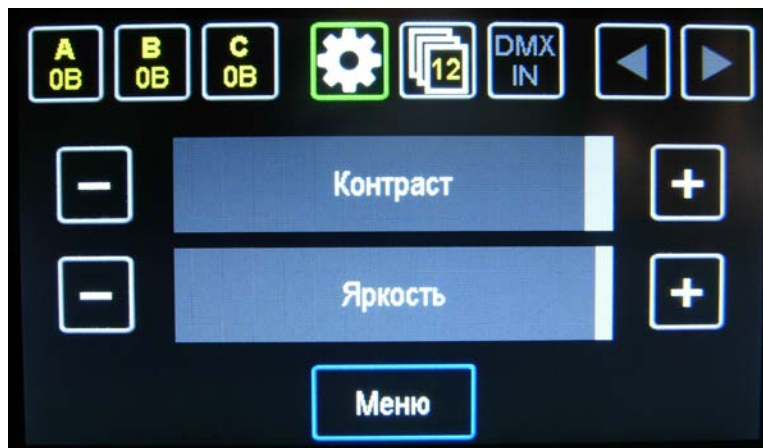

Рисунок 9: Установка яркости и контраста
– Нажать на кнопку «**Яркость, контраст**», после чего отобразятся индикационные полосы «**Контраст**» и «**Яркость**», заполняемые тёмной заливкой слева направо соответственно заданным значениям в % (Рисунок 9);